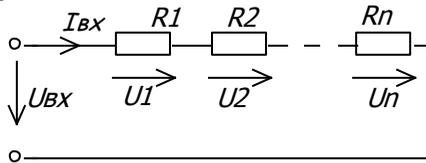

Рис. 1.4
**Последовательным** называется такое соединение, при котором конец каждого элемента соединен только с началом последующего элемента. При последовательном соединении через все участки цепи проходит один и тот же ток. На рис. 1.4 показано последовательное соединение  $n$  сопротивлений.